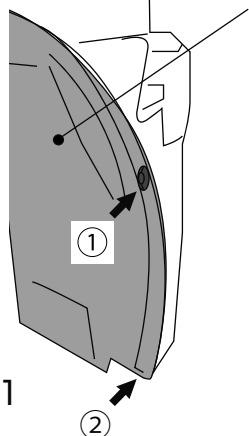

図1
1. タイヤハウスの①、②のクリップを外しフェンダーライナーをめくってください。(図1、図2)